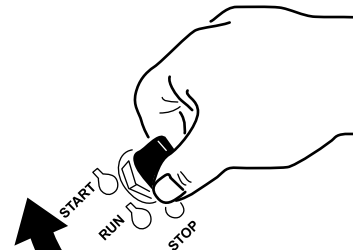

Bild 15
1. Drehen Sie den Zündschlüssel auf die Start-Stellung (Bild 15). Lassen Sie den Schlüssel los, sobald der Motor anspringt.
- Drehen Sie den Zündschlüssel auf die Start-Stellung (Bild 15). Lassen Sie den Schlüssel los, sobald der Motor anspringt.